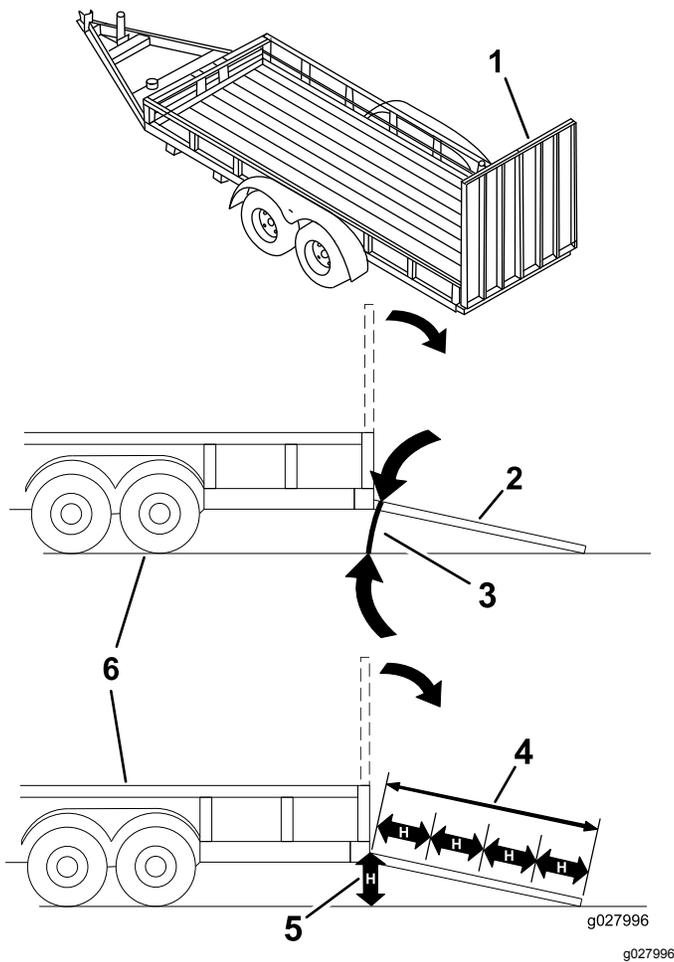

Bild 44
Beim Verladen einer Maschine auf einen Anhänger oder Pritschenwagen erhöht sich die Gefahr, dass die Maschine umkippt und schwere oder tödliche Verletzungen verursacht (Bild 44).
1. Senken Sie die Rampe ab und stellen Sie sicher, dass der Winkel zwischen der Rampe und dem Boden höchstens 15 Grad beträgt (Bild 44).